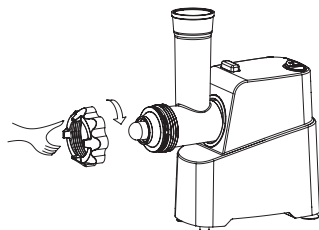

рис.8
2. Зафиксировать конструкцию с помощью фиксирующего кольца, как указано на рис. 8. Не затягивайте кольцо слишком туго.